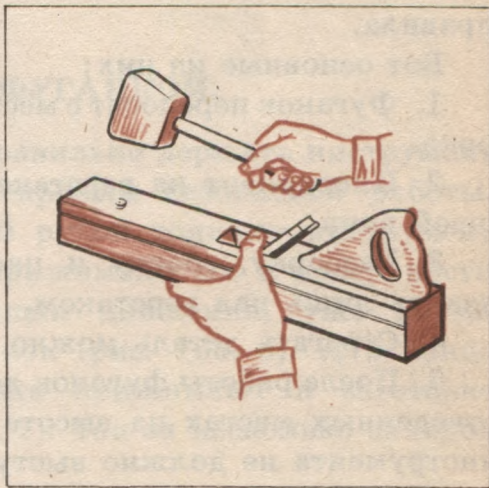

Рис. 162. Выбивание клина из колодки фуганка.
1. Легкими ударами киянкой по вставке выбивают клин (рис. 162).